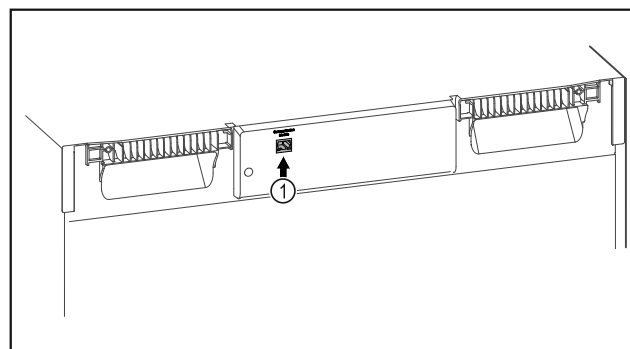

Fig. 98
- SmartModule Fig. 98 (1) установлен.